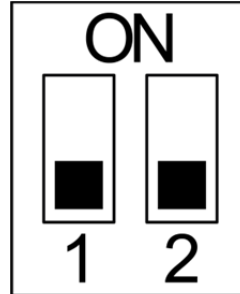

Abb. 13: Dipschalter
- ▶ Stellen Sie den Dipschalter auf die Position ADD: 0 (Abb. 13).